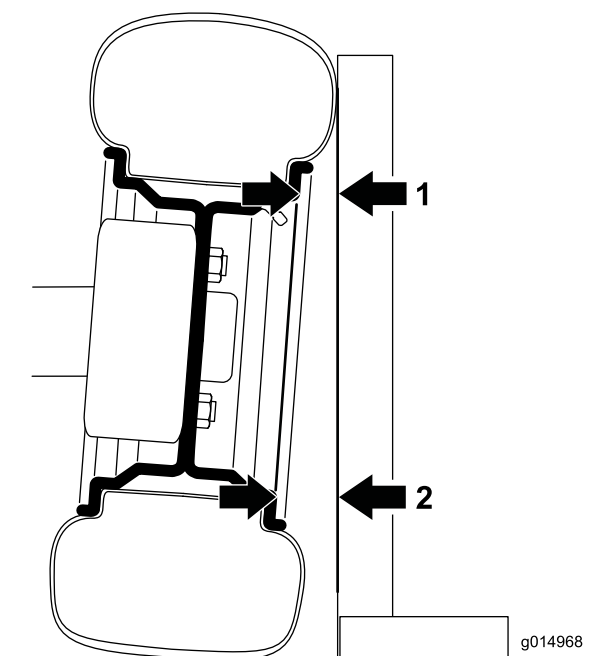

Figura 32
1. Para comprobar la caída, coloque una escuadra de 90 grados en el suelo con el borde vertical contra la cara del neumático (Figura 32).
2. Mida desde la misma zona de la llanta en la parte superior e inferior del neumático hasta la escuadra (Figura 32).